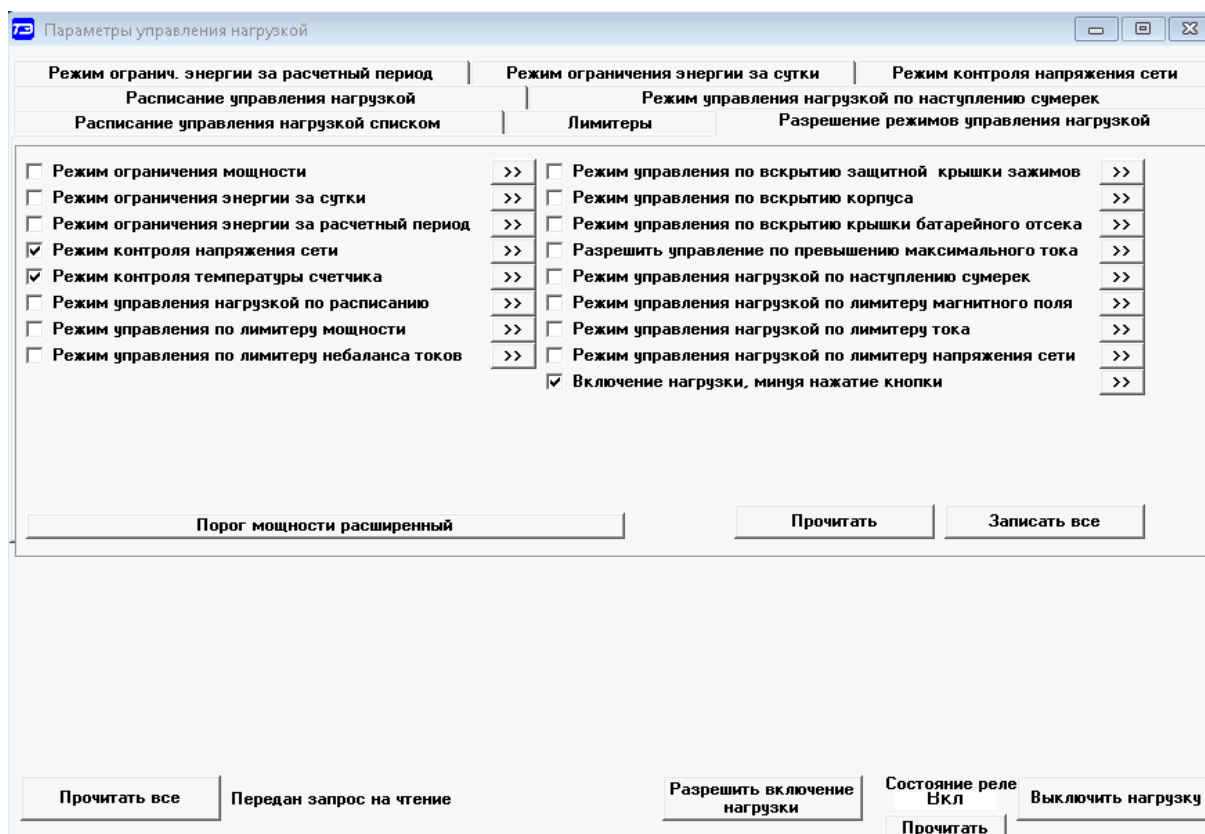

Рисунок 42 – Форма «Параметры управления нагрузкой»
4.22.1.4 Чтение ранее установленных параметров производится по кнопке «Прочитать все» расположенной на поле формы (рисунок 42). При этом производится чтение всех конфигурационных флагов режимов и параметров всех вкладок формы с отображением в соответствующих окнах вкладок.
4.22.1.8 Чтение ранее установленных параметров производится по кнопке «Прочитать все» расположенной на поле формы (рисунок 42). При этом производится чтение всех конфигурационных флагов режимов и параметров всех вкладок формы с отображением в соответствующих окнах вкладок.
4.22.2.2 Вызов формы производится по кнопке «Порог мощности расширенный», расположенной на поле формы «Параметры управления нагрузкой» (рисунок 42). Внешний вид формы приведен на рисунке 37.